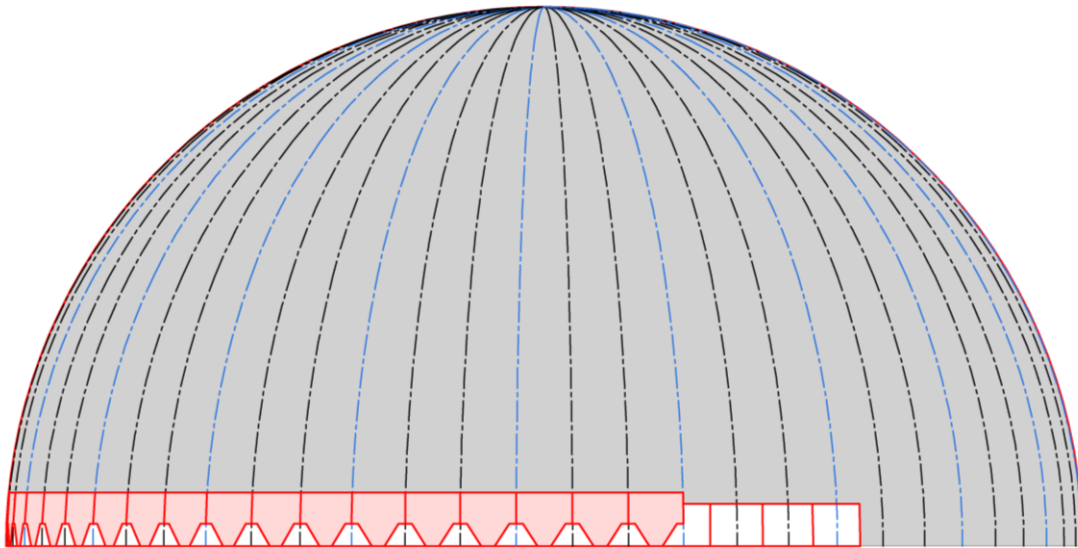

Рис. 12
- уложив первый ряд черепицы, следует тщательно провести множество линий, соединяющих средние части лепестков и прорезей с вершиной купола (**Рис.12**). Для разметки используют отбивку;